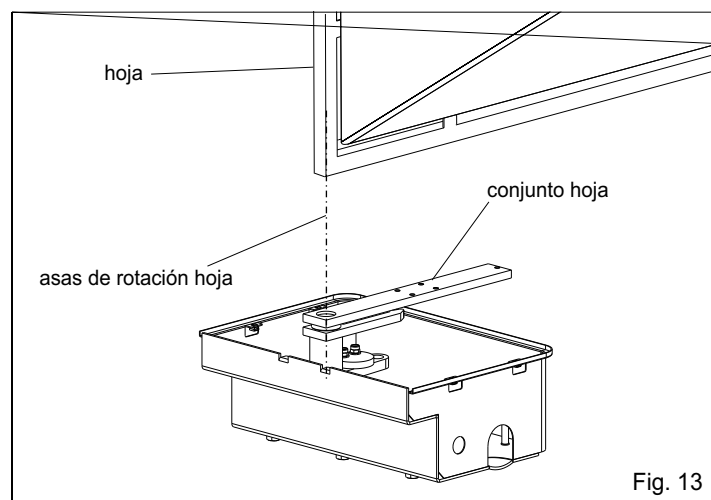

Fig. 13
3.1. Posicionar la hoja de la cancela con el conjunto hoja haciendo referencia a las asas de rotación de la bisagra de la hoja (Fig. 13);